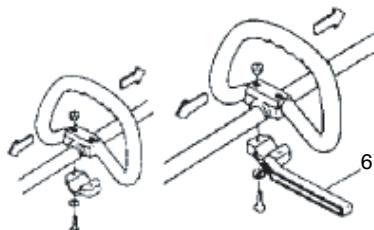

Fig. 3
Utilisez toujours une barre de protection (6) et un harnais de sécurité avec la poignée lors de l'utilisation de lames en acier/rigides montées sur un coupe-herbes ou une débroussailleuse à arbre droit. (Fig. 3)